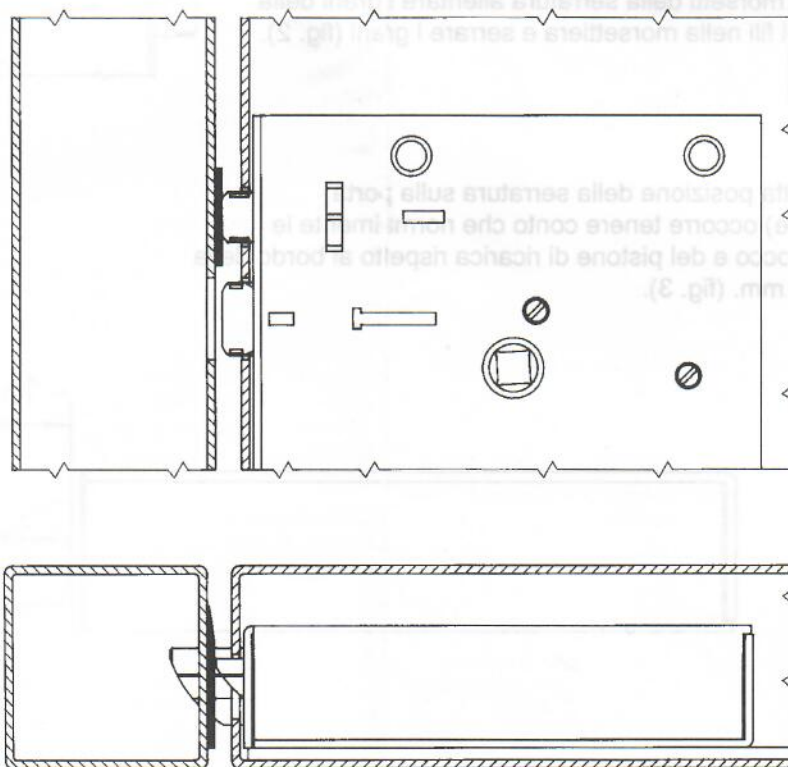

fig. 5
- Per il corretto funzionamento della serratura, quando non è applicata la bocchetta art. 1-06220-20, è necessario installare sul telaio il pattino di risalita art. 1-06224-50 in corrispondenza del pistone di ricarica, come fig. 5.